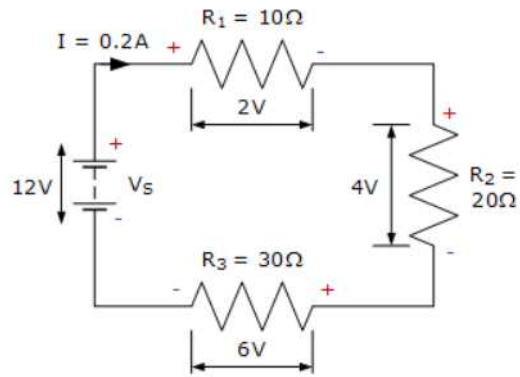

Abbildung 1.7: Maschenregel
2. *Maschenregel:* Die Spannung zwischen zwei Punkten eines Netzwerks ist gleich der algebraischen Summe der Spannungen über den einzelnen, dazwischen liegenden Elementen. Die Gesamtspannung einer geschlossenen Masche ist null. In Abbildung 1.7 gilt beispielsweise $U_{\text{ges}} = 12\text{ V} - 2\text{ V} - 4\text{ V} - 6\text{ V} = 0$.
Es seien n passive Elemente in Serie hintereinander geschaltet. Ein Beispiel dafür wäre das in Abbildung 1.7 dargestellte Netzwerk, hier sind drei Widerstände in Serie geschaltet und es gibt keine Verzweigungen.